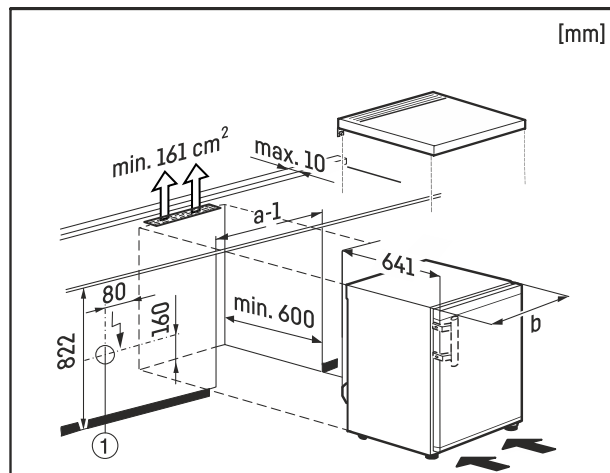

Fig. 8
El enchufe Fig. 8 (1) deberá quedar fuera de la parte posterior del electrodoméstico y ser fácilmente accesible.